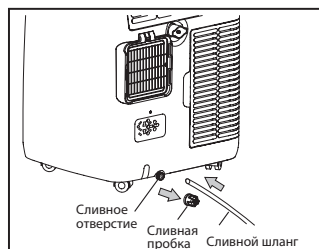

Рис. 9
3. Подсоедините к сливному отверстию шланг диаметром 1/2" (не поставляется в комплекте), как указано на рис. 9;